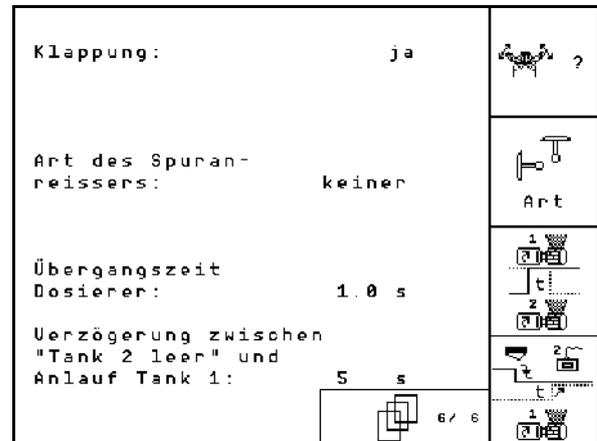

Fig. 38
Página 6 5/6 **Datos básicos (Fig. 38):**
**Página 7**  **Datos básicos (Fig. 38):**